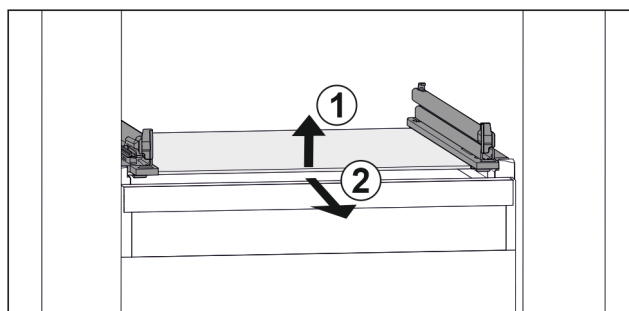

Fig. 76 Exempel på glashylla
- ▶ Lyft glashylla framtill. Fig. 76 (1)
- ▶ Ta ut glashylla framåt. Fig. 76 (2)